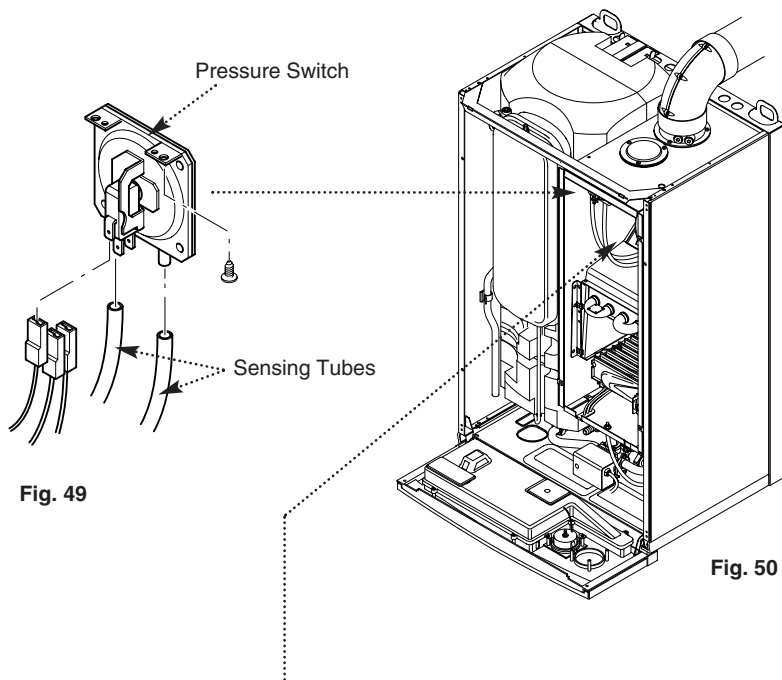

Fig. 49
11.1 Pressure Switch (Fig. 49)